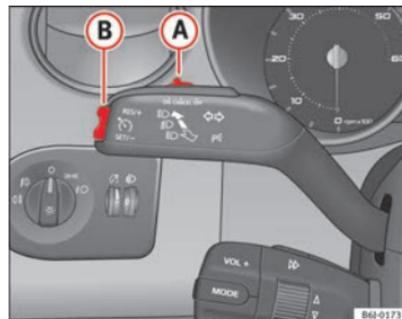

Fig. 125 Palanca de intermitentes y de luz de carretera: mando y tecla basculante para el regulador de velocidad
- Mueva el mando ⇒ fig. 125 (A) hacia la izquierda hasta la posición ON.